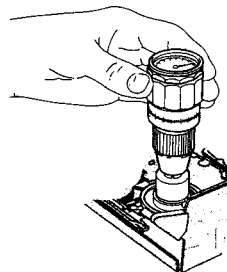

Abb. 3
- Bringen Sie ein Drehmomentmeßgerät (Teil Nr. 3621027) mit Adapterteil Nr. 3014064 am rechten Bandteller an (Abb. 3).